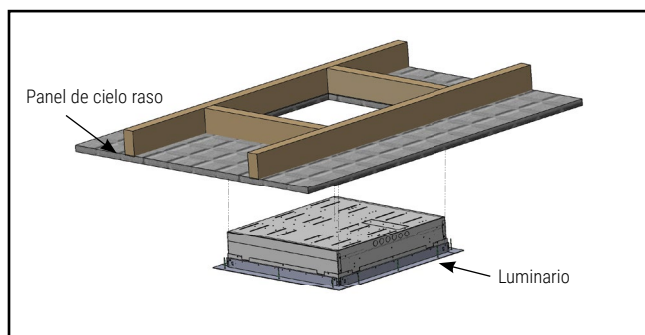

Figura 8
3. Instale el marco con el luminario en los cortes del panel de cielo raso mediante los tornillos a prueba de manipulaciones provistos (Figura 8)